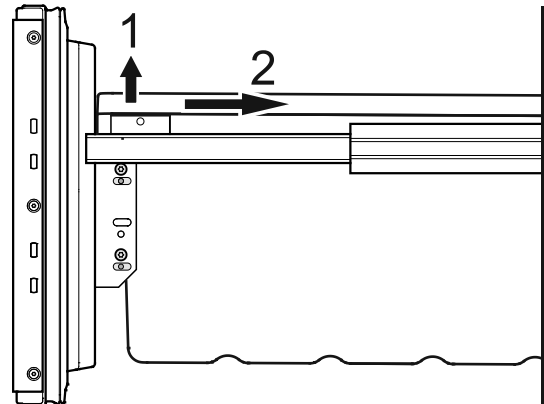

Figure 22
- Désenclipper les coins gauche et droit du récipient en le tirant vers le haut (1) - **Figure 22.**
- Pousser le récipient vers l'arrière (2) - **Figure 22.**
- Retirer les récipients des tiroirs du compartiment congélateur comme aux **Figures 22 et 23**.